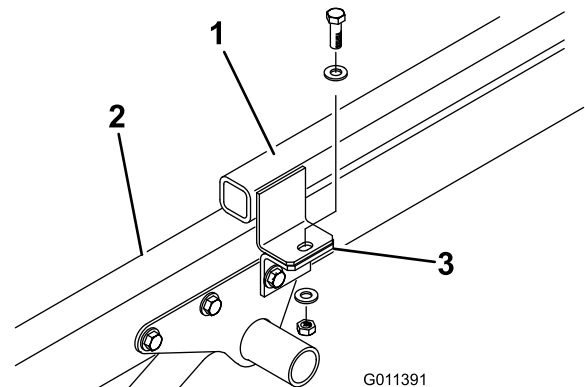

Figura 6
3. Retire el tornillo, las 2 arandelas planas y la contratuerca que sujetan cada soporte de montaje a las pestañas del bastidor de enganche (Figura 6).